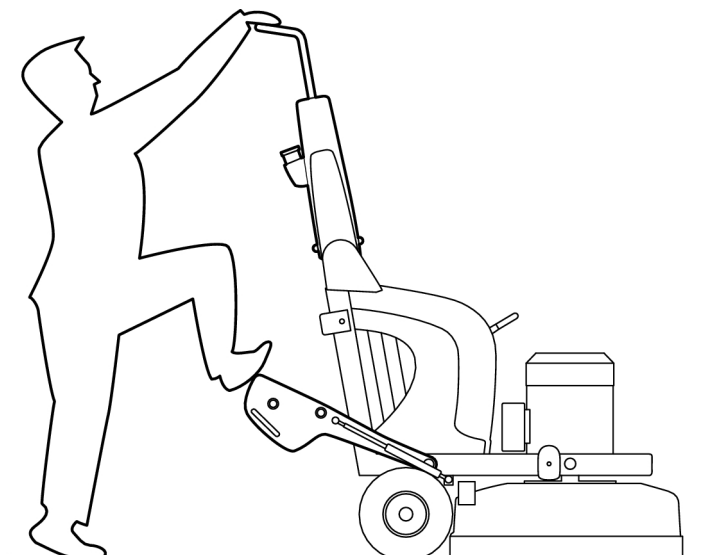

Рисунок 4-6. Нога на грузе
2. Сложите грузы назад поставьте на них одну ногу, см. Рисунок 4-6, стр. 18.